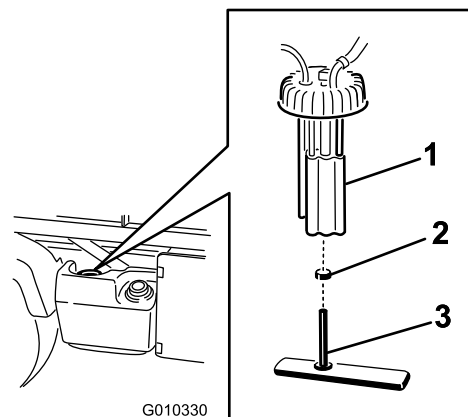

Figura 56
2. Desenchufe los conectores del arnés de cables de la bomba de combustible (Figura 56).
3. Afloje la abrazadera y desconecte el tubo de combustible del tapón de la bomba de combustible (Figura 56).
4. Desenrosque el tapón de la bomba de combustible de la parte superior del depósito de combustible (Figura 56).
5. Retire el conjunto de la bomba de combustible y el filtro de combustible del depósito (Figura 56).
7. Retire el tubo del acoplamiento (Figura 56).